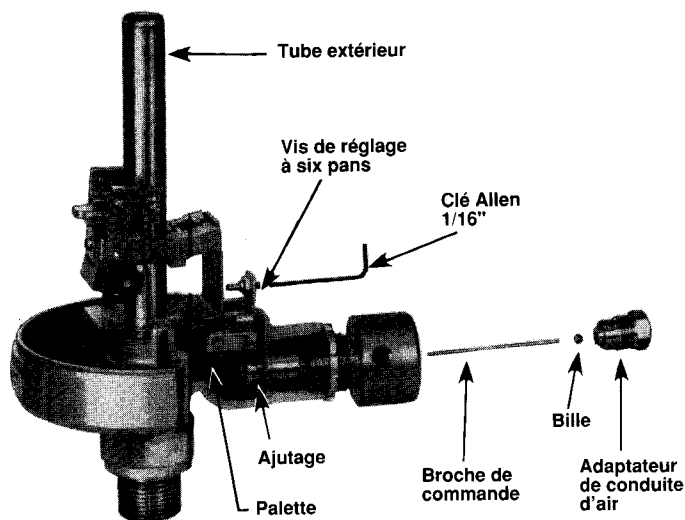

Figure 6
1. Dévisser et retirer l'adaptateur. Voir **figure 6**.
5. Remonter la tige de commande, la bille, l'adaptateur et les introduire dans la tubulure. Voir **Figure 6**.